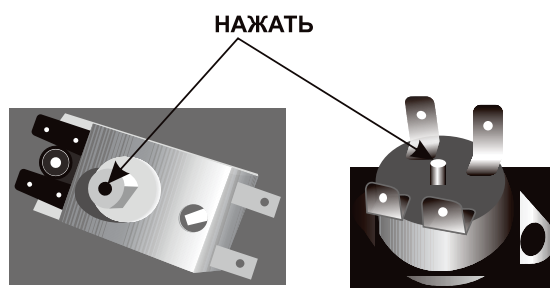

Рис.1
- ✓ нажмите на кнопку (Рис.1), расположенную на термостате, для приведения водонагревателя в обычный режим работы;